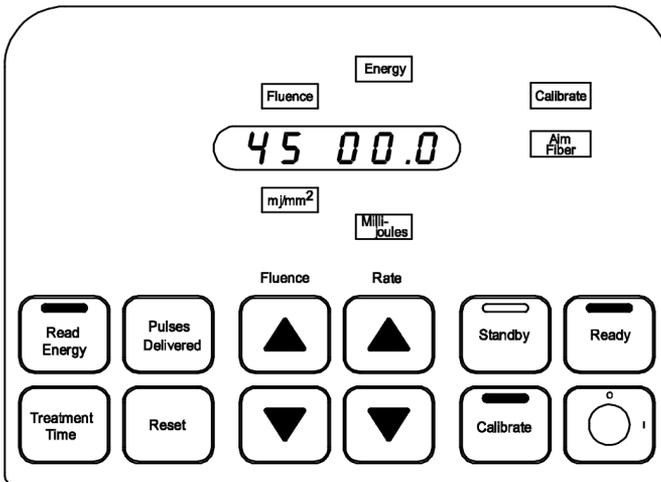

Bild 6
- Den gula statuslampan Ready (redo) längst upp på kontrollpanelen, knappen **Aim Fiber** (rikta fiber), **Energy** (energi), **Millijoules** (millijoule), **Calibrate** (kalibrera), **Calibrate och Ready** (redo) lyser. De tre siffrorna längst till höger är 00.0 på displayen. (Bild 6)